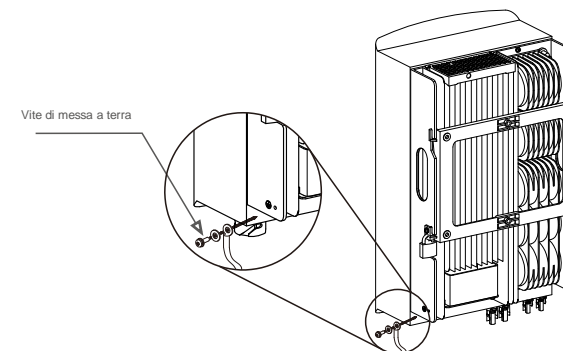

Figura 5.10 Cavo installato
- 6) Collegare il cavo di messa a terra al punto di messa a terra sul dissipatore di calore e serrare la vite di messa a terra, la coppia è di 3 Nm (come illustrato in figura 5.10).